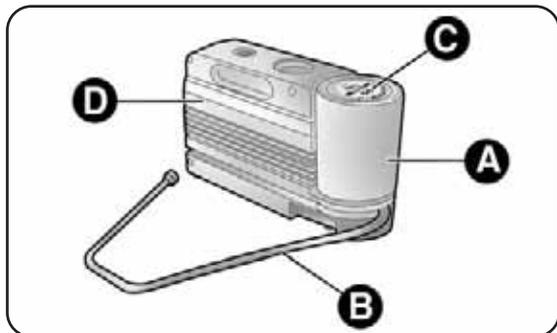

fig. 13
- uma garrafa A-fig. 13 que contém o líquido vedante, equipada com: tubo de abastecimento B e selo adesivo C mostrando a escrita "máx. 80 km/h", a colocar numa posição bem visível (por ex. no painel de instrumentos) após a reparação do pneu;